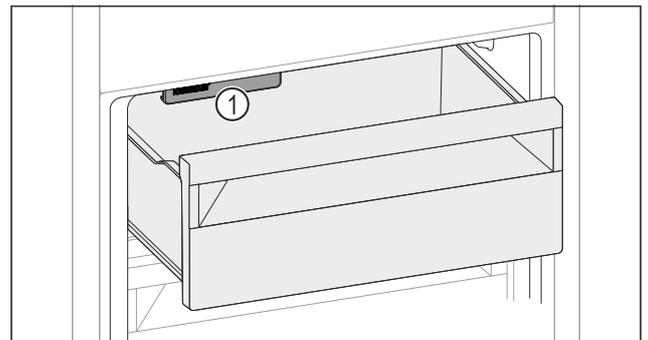

Fig. 61
- ▶ Levensmiddelen in de lade leggen. Wanneer u levensmiddelen in de linker lade plaatst: ▶ Rekening houden met IceMaker Fig. 61 (1).